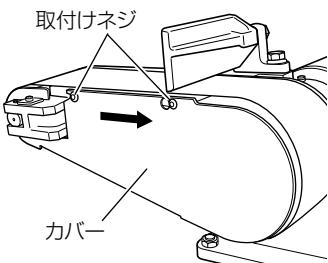

図 8
(1) 付属の六角棒スパナ（3 mm）で取付けネジをゆるめ、カバーを矢印の方へ移動させて取りはずします。（図8）